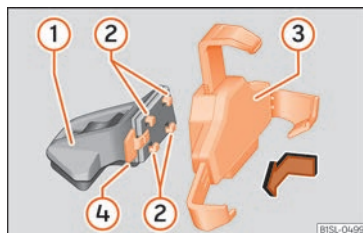
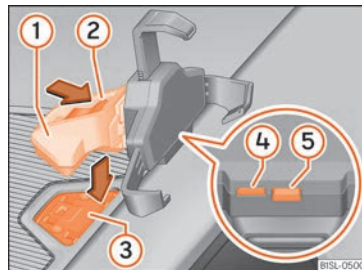

Fig. 106 Acoblar el suport universal i el braç de subjecció.
Fig. 107 A la consola central: tancament del forat per a l'allotjament del sistema d'infotainment.
- Premeu la tecla de desbloqueig »» fig. 107 ⑤ fins que el braç superior del suport universal es deixi anar.
- Col·loqueu el telèfon intel·ligent a les fixacions inferiors. Per ajustar les fixacions inferiors, premeu la tecla »» fig. 107 ④.
- Agafeu el suport universal »» fig. 106 ③ i premeu la tecla de desbloqueig »» fig. 106 ④.
- Agafeu el braç suport »» fig. 107 ① i premeu la tecla de desbloqueig »» fig. 107 ④ en el sentit de la fletxa.
- Introduïu el suport universal »» fig. 106 ③ als encastos ② del braç suport ①.
- Desplaceu el suport universal lateralment en direcció al bloqueig ④ fins que quedi encastat de forma audible »» △.
- Col·loqueu el braç suport »» fig. 107 ① a la placa de subjecció »» fig. 107 ③ des de dalt i el pressioneu cap avall fins que sentiu que ha quedat encastat »» △.